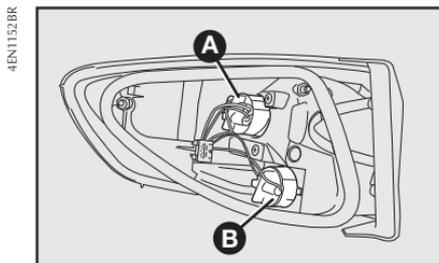

fig. 55
**A-fig. 55:** luz de posición trasera/luz de freno.
**B-fig. 55:** luz de giro trasera
2) Para sustituir la lámpara de la luz de posición/freno, gire en el sentido antihorario la tapa portalámpara **B-fig. 55**, empuje ligeramente la lámpara, gírela en el sentido antihorario y sustitúyala. Recoloque la tapa portalámpara, girándola en el sentido horario.
3) Para sustituir la lámpara de la luz de giro, gire en el sentido antihorario la tapa portalámparas **A-fig. 55**, empuje ligeramente la lámpara y gírela en el sentido antihorario. Sustituya la lámpara y recoloque la tapa portalámpara, girándola en el sentido horario.